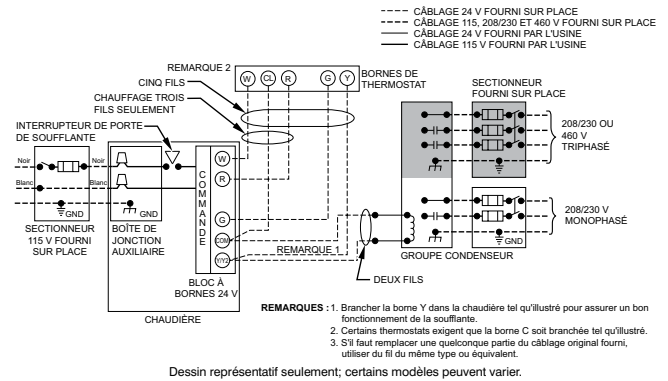
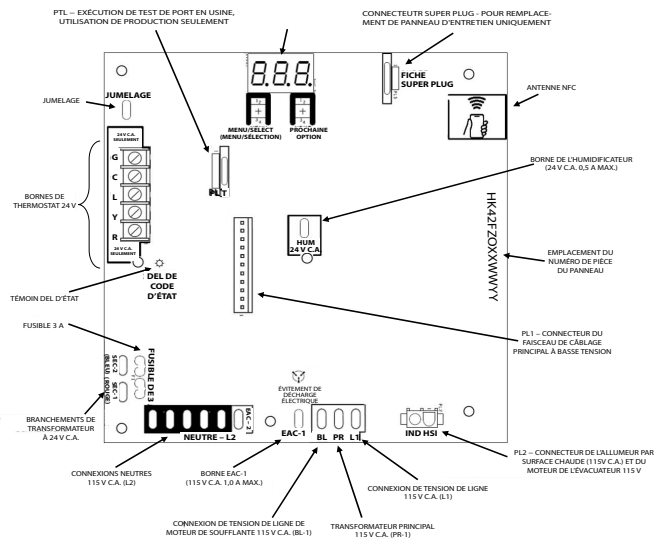

Fig. 32 – Schéma de câblage type d'un appareil à une phase
Fig. 37 – Exemple de panneau de commande de chaudière monophasée
Consultez la Fig. 32 pour le schéma de câblage illustrant un câblage type de 115 V. Vérifiez que toutes les connexions électriques faites en usine ou sur place sont bien serrées.
6. Branchez l'alimentation électrique et les fils neutres aux fils d'alimentation électrique de la chaudière, comme illustré à la Fig. 32.
5. Branchez les fils neutres et les fils électriques aux fils d'alimentation électrique de la chaudière, tel qu'illustré à la Fig. 32.
Effectuez les connexions 24 V à la plaquette de connexion 24 V. Consultez la Fig. 37. Branchez la borne Y conformément à la Fig. 32 pour assurer une bonne climatisation. N'utilisez que le fil de thermostat en cuivre AWG n° 18, codé par couleur.
Le panneau de commande comprend un fusible de 3 ampères de type automobile sur le circuit de 24 V. Tout court-circuit direct survenant durant l'installation, la réparation ou la maintenance fera griller le fusible. Si le fusible doit être remplacé, n'utilisez qu'un fusible de 3 A de taille identique. Consultez la Fig. 37.
ACCESSOIRES (Voir la Fig. 37.)
Branchez un humidificateur (le cas échéant) de 24 V c.a., 0,5 A maximum (le cas échéant) à la borne HUM à branchement rapide mâle 1/4 po et à la borne à vis COM-24V, située sur la plaquette du thermostat du panneau de commande. La borne HUM est mise sous tension lorsque le pressostat se ferme durant un appel de chaleur (voir la Fig. 37).